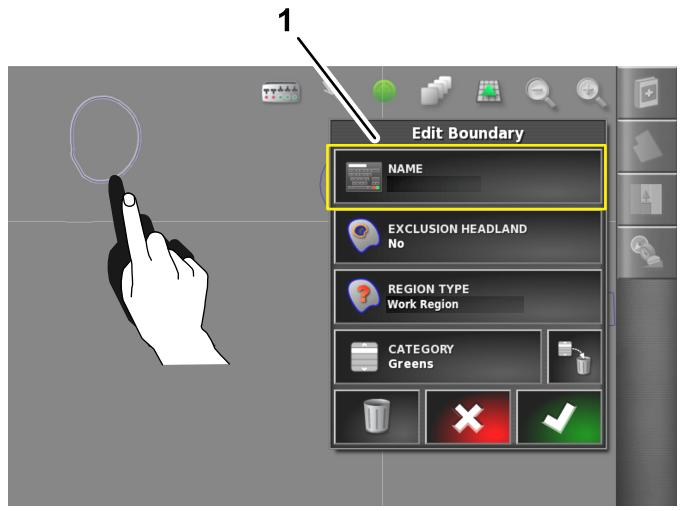

Figura 57
- Togliete il dito dallo schermo e si aprirà la finestra di dialogo Modifica confini (Figura 57).